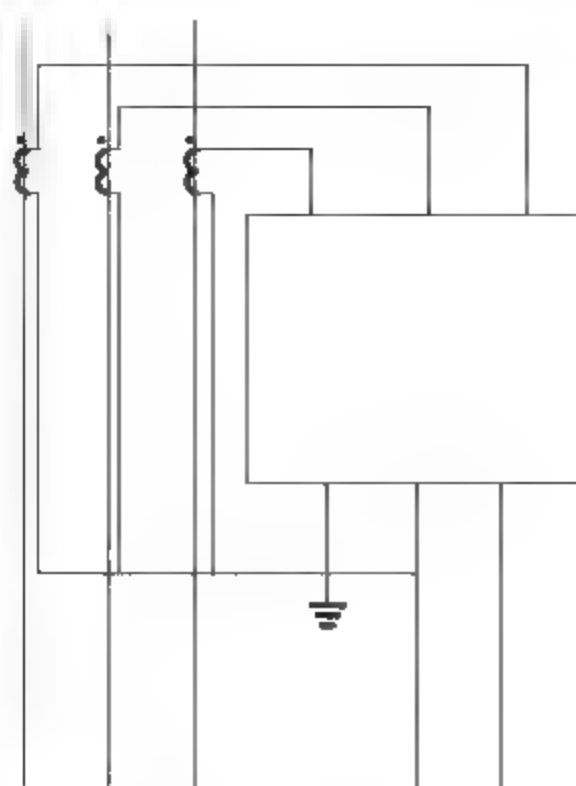

图10-23 延伸线路
**10** 调用EX【延伸】命令，延伸线路使其与接地符号相连，如图10-23所示。